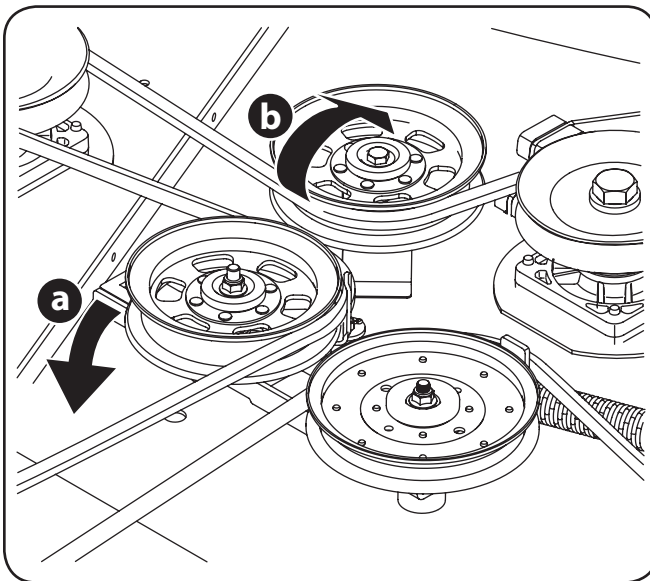

Figure 7-4
- b. Placez-vous à côté de l'appareil de façon à faire pivoter le support de la poulie de tension et la poulie de tension vers l'arrière (a) jusqu'à ce que vous puissiez soulever la courroie en « V » par-dessus la poulie de tension (b). Voir Figure 7-4.